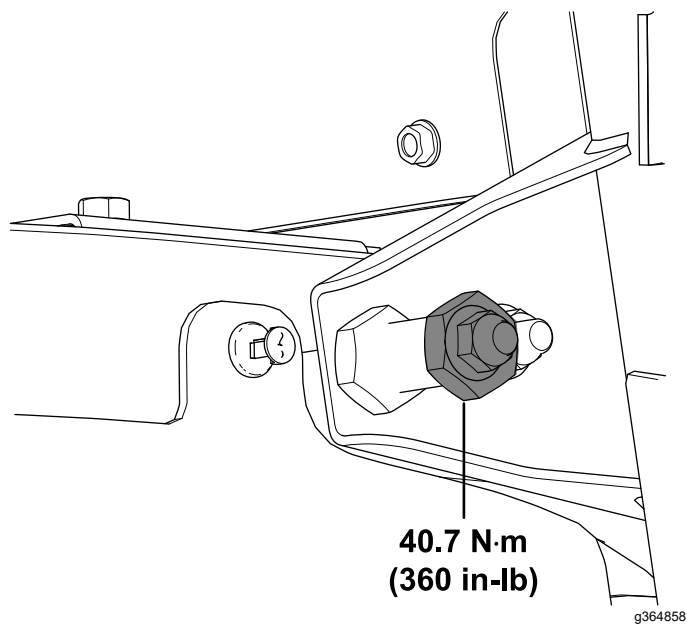

Bild 58
31. Ziehen Sie die Sicherungsmutter ($\frac{3}{8}$ ") auf ein Drehmoment von 40,7 N·m fest, wie in **Bild 58** dargestellt.